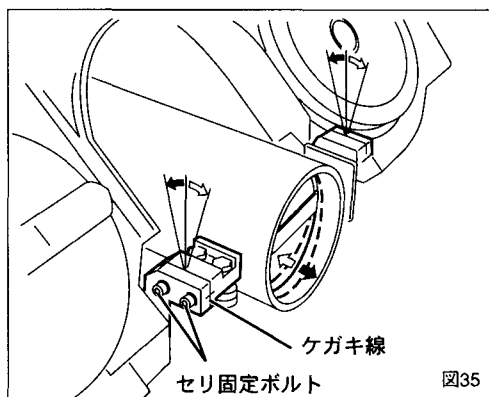

図35
1. セリヘッドの角度調整 (図35)
●セリヘッドを白矢印(図35)方向にずらすとパイプも白矢印方向に切断されます。
●セリヘッドを黒矢印(図35)方向にずらすとパイプも黒矢印方向に切断されます。